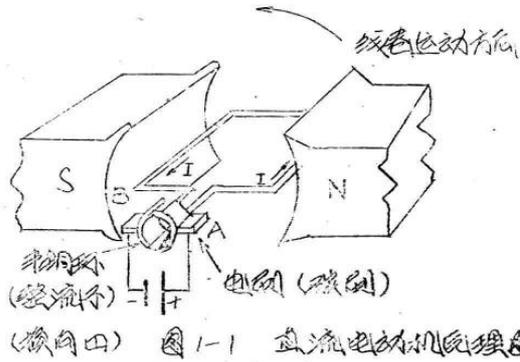

图 1-1 直流电动机原理图
1. 图 1-1 所示为直流电动机最简单的原理图。其中磁极是圆形的磁极，转子装在磁极之间，转子绕组两端引至互相绝缘的两个铜片上（单铜片）组成换向口，又称整流子，安装在轴上并与轴互相绝缘。由圆形的电刷与换向口接触，因此转子绕组的端头通过换向口与电刷引至外电路。转子绕组在外加直流电压的作用下，电流方向如图 1-1 所示。通电导体在磁场中受到电磁力的作用，方向由左手定则决定（即伸开左手，手掌面